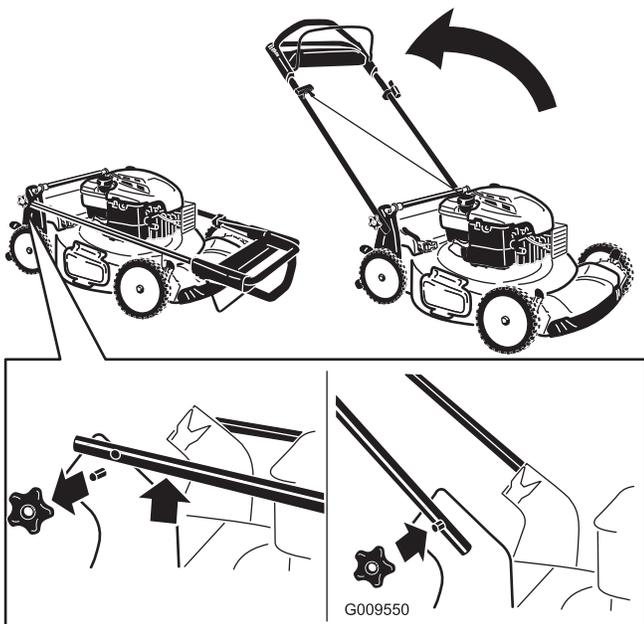

Figure 3
1. Retirez les boutons du guidon sur le carter de la tondeuse (Figure 3).
3. Montez et serrez les boutons du guidon retirés à l'étape 1 (Figure 3).